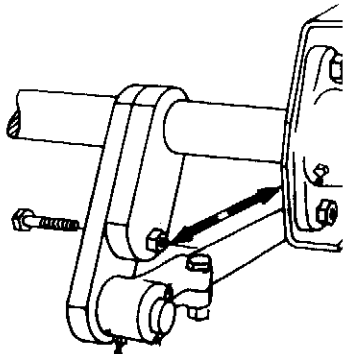

Abb. 35
65. Um Getriebe und Streuwerk vor Überlastung zu schützen, ist in der Pendelwelle eine Abscherschraube (Abb. 35) vorgesehen.
- 65) To protect the gearbox and spreader mechanism against overload, a shear bolt (Fig. 35) is incorporated in the floating shaft. Before inserting a new bolt, first check what caused the overload. Replace severed bolt with Hex bolt M12x60 (DIN 601-4D) only.
65. Afin de protéger les engrenages et l'épandeur contre toute surcharge, l'arbre oscillant est équipé d'un boulon de cisaillement (fig. 35). Avant de monter un boulon neuf, rechercher la cause de la surcharge.
65. Om overbelasting van het drijfwerk en de strooier te voorkomen is in de schommelas een veiligheidsschroef (breuk door afschuiving) (fig. 35) voorzien.